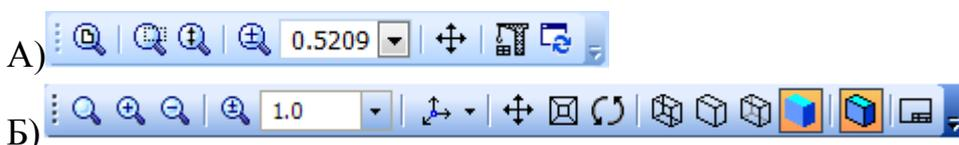

Рисунок 5. Панель Вид при работе с чертежами (А) и моделями (Б).
**Панель Вид** содержит кнопки вызова команд настройки отображения активного документа. Набор полей и кнопок панели Вид зависит от того, какой документ активен (рисунок 5)